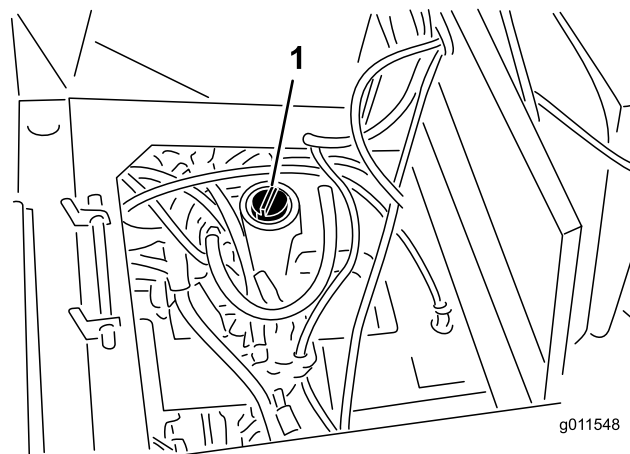

Figura 74
3. Riempite il serbatoio (Figura 74) con 30 litri circa di fluido idraulico; vedere Verifica del fluido idraulico.